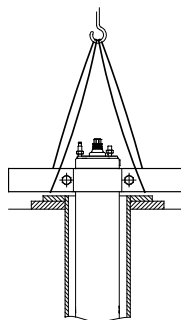

Fig. 17 Motor na posição vertical
2. Coloque o motor na posição vertical na boca do poço. Consulte a fig. 17.